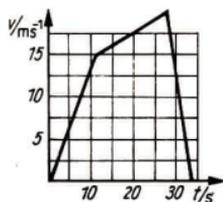

Bild 13
2.27 Ein Fahrzeug bewegt sich nach dem im Bild 13 dargestellten v, t -Diagramm. Entwickeln Sie daraus das a, t - und das s, t -Diagramm.